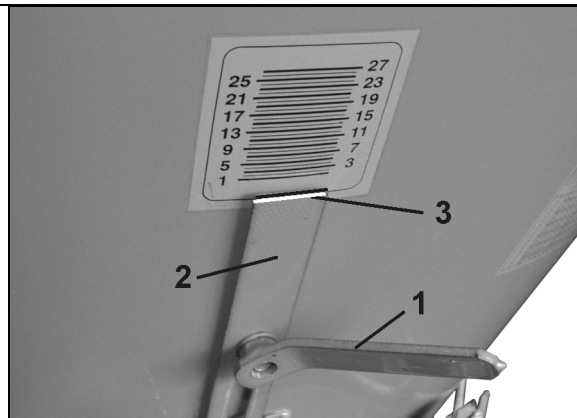

Fig. 22
1. Indstillingsgrebet (Fig. 22/1) løsnes.
2. Skoddets anslag (Fig. 22/2) indstilles således, at aflæsningskanten (Fig. 22/3) befinder sig ud for den ønskede skalaværdi.